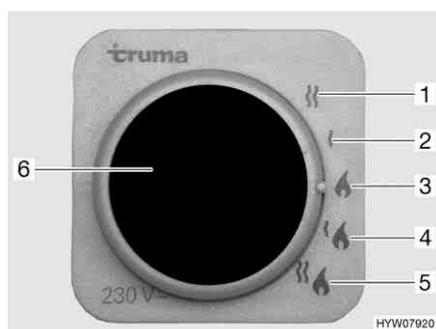

Fig. 129 Selettore di energia per riscaldamento/boiler
- Funzionamento a gas (Fig. 129,3)
- Funzionamento elettrico a 230 V con gradi di potenza da 900 W (Fig. 129,2) oppure 1800 W (Fig. 129,1)
- Funzionamento a gas e funzionamento elettrico a 230 V (funzionamento misto) con gradi di potenza da 900 W (Fig. 129,4) oppure 1800 W (Fig. 129,5)
Se viene selezionato il funzionamento elettrico a 230 V, la spia gialla di controllo si accende (Fig. 129,6).